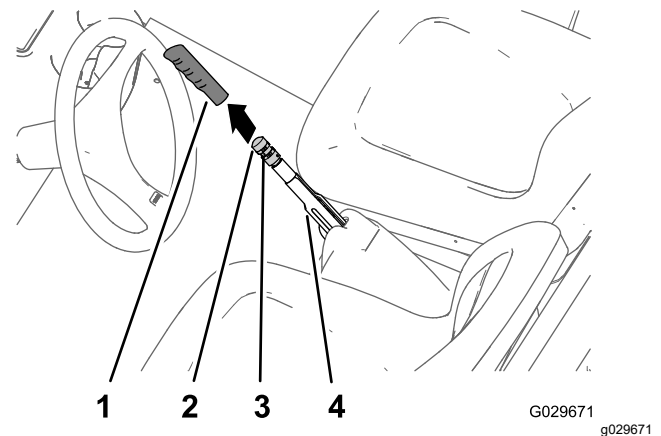

Figura 56
1. Retire la empuñadura de la palanca del freno de estacionamiento (Figura 56).
2. Afloje el tornillo de fijación que sujeta el pomo de ajuste del freno a la palanca del freno de estacionamiento (Figura 56).
- Gire el pomo de ajuste del freno hasta que se requiera una fuerza de 133-156 N para accionar la palanca de freno de estacionamiento (Figura 56).
- Apriete el tornillo de fijación e instale la empuñadura (Figura 56).
- Retire la empuñadura de la palanca del freno de estacionamiento (Figura 56).
- Afloje el tornillo de fijación (Figura 56) que sujeta el pomo de ajuste del freno a la palanca del freno de estacionamiento y afloje el pomo de ajuste del freno.
- Gire el pomo de ajuste del freno (Figura 56) hasta que se requiera una fuerza de 133-156 N para accionar la palanca de freno de estacionamiento.